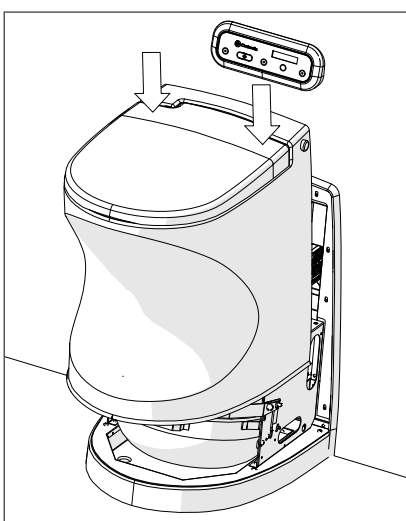

Bild 7
10. Sänk ner toaletthöljet genom att trycka med båda händerna baktill på toalettlockets ovansida (bild 7). Se till att ramen (den vita listen) omsluter höljets kant.